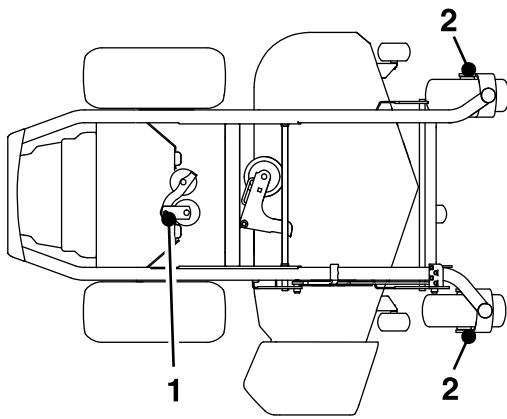

Bild 41
3. Fetten Sie den Drehzapfen der Pumpenspannscheibe mit ein oder zwei Pumpenstößen des Schmiermittels ein (Bild 41).
4. Fetten Sie die vorderen Laufradachsen ein (Bild 41).